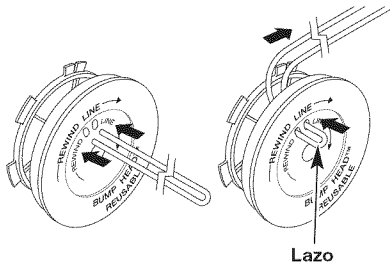

Fig. 16
6. Tome aproximadamente 5.4 m (18 pies) de nueva línea de corte, enlácela en dos longitudes iguales. Inserte cada extremo de la línea a través de uno de los dos orificios del carrete interior (Fig. 16). Pase la línea a través del carrete interior de modo que el lazo sea lo más pequeño posible.